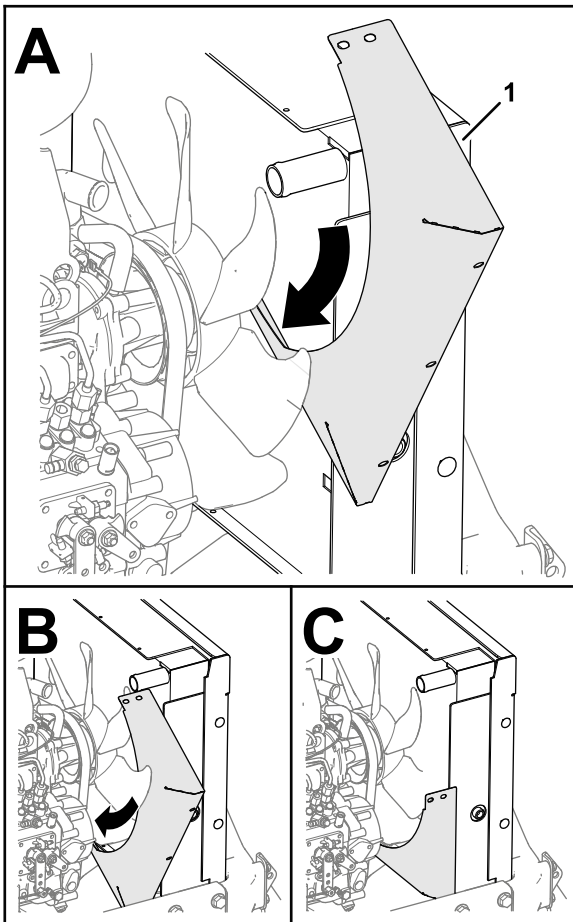

Bild 33
- Richten Sie die untere Lüfterverkleidung, wie in Bild 33 dargestellt, an der Maschine aus.